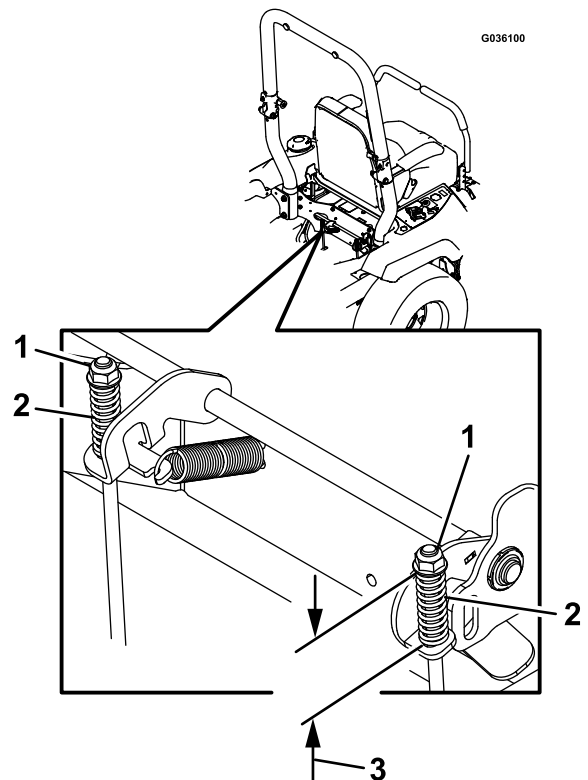

Bild 59
7. Prüfen Sie beide Federlängen, wie in Bild 59 abgebildet. Falls eine Einstellung erforderlich ist, drehen Sie die obere Mutter nach rechts, um die Feder zu verkürzen und nach links, um die Feder zu verlängern.